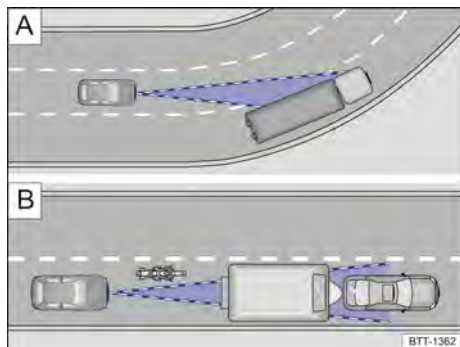

Fig. 148 [A] Tramo en curva. [B] Vehículos fuera del radio de acción del sensor de radar.
El sensor de radar mide siempre en línea recta. Por ello, en las curvas pronunciadas puede que detecte vehículos erróneamente o que no detecte vehículos que circulen por delante → fig. 148 [A].
- En caso de vehículos que circulen fuera de la zona del sensor a poca distancia de su vehículo, p. ej., motocicletas → fig. 148 [B].